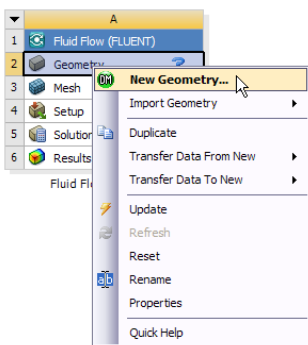

Рис. 5 - Создание новой геометрической модели
**Шаг 1.** Запуск системы трёхмерного моделирования *Design Modeler*. Чтобы запустить приложение, достаточно дважды щелкнуть левой кнопкой мыши на интересующем пункте. Также можно щелкнуть правой кнопкой мыши, например, на пункте *Geometry* (геометрическая модель) и в появившемся контекстном меню (рис. 5) выбрать пункт *New Geometry* (новая геометрия) или *Edit* (изменить).